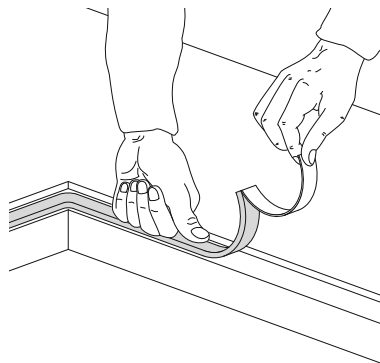

Fig. 5 : mise en place de la garniture isolante
- Avant de mettre en place la plaque de cuisson il faut étaler sur toute la surface de fraisage la garniture isolante fournie en dotation [Fig. 5].